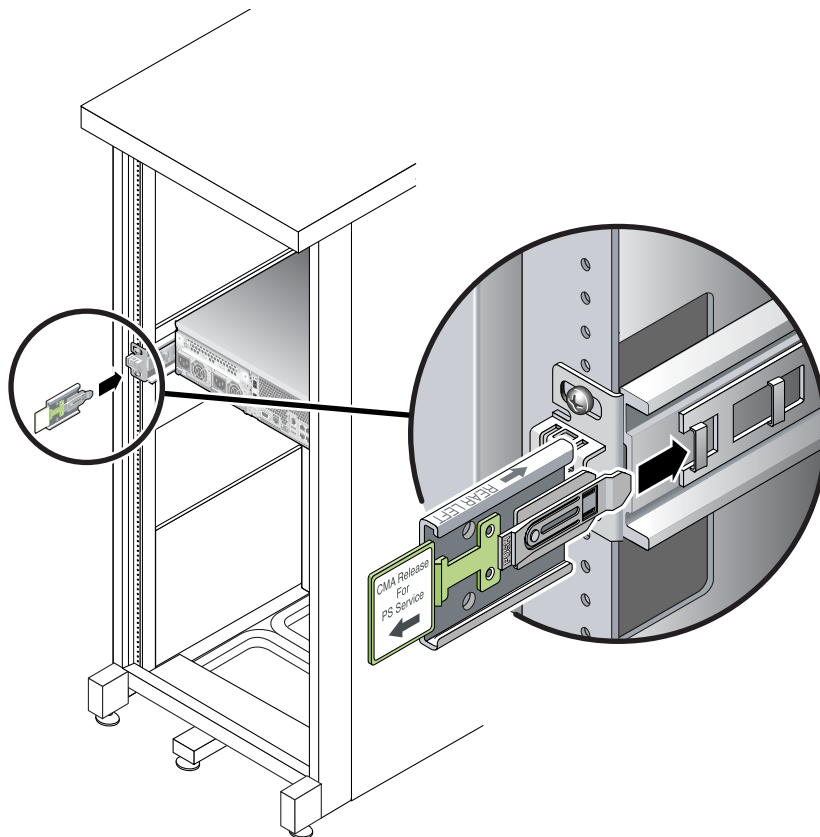

図 2-21 左側スライドレール背面側への CMA レール拡張部品の挿入
1. ラックの背面で、CMA のレール拡張部品を左のスライドレール部品の端に差し込みます (図 2-21)。